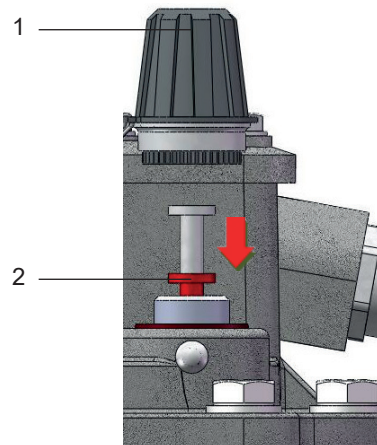

图16 - 检测按钮
- 拧下大闷盖螺母（图16中1）
- 测试按钮（图16中2）向下按至止挡处，并保持在这一位置